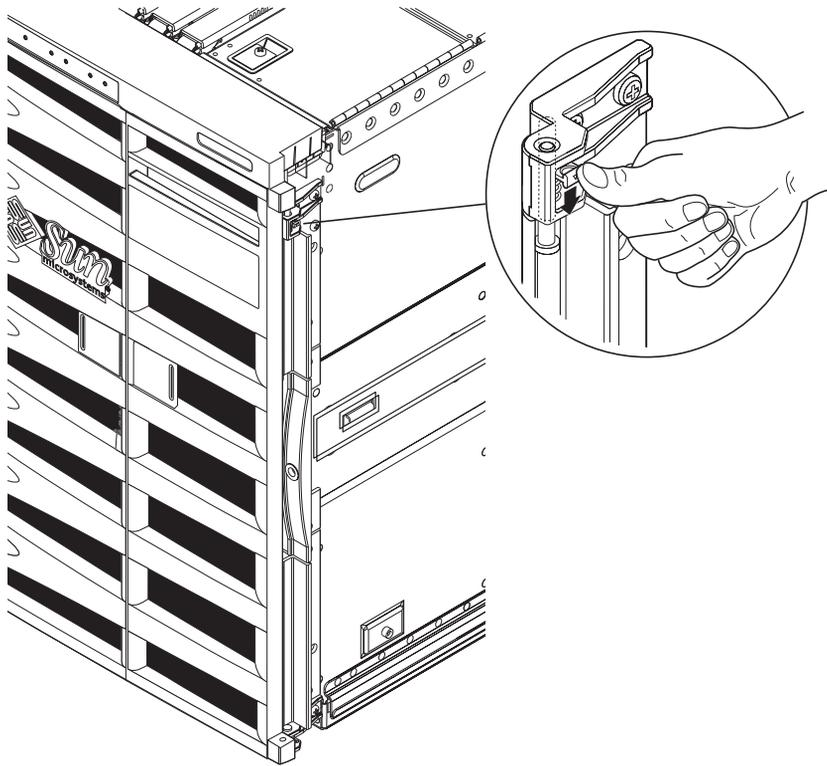

ABBILDUNG 1-8 Lösen des Türscharniermechanismus
1. **Entfernen Sie die Frontblendentüren (ABBILDUNG 1-8).**